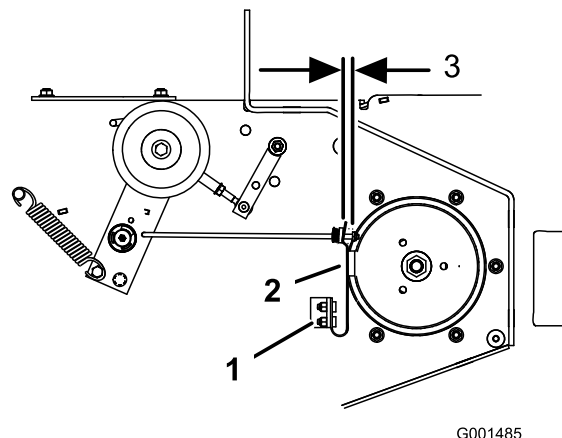

Bild 58
3. Stellen Sie die Federbefestigungsschrauben ggf. so ein, dass die Messerbremsbacken beide Seiten der Scheibenrinne berühren (Bild 58).
4. Stellen Sie die Mutter am Ende der Messerbremsstange ein, bis ein Abstand von 3 mm bis 5 mm zwischen der Mutter und dem Distanzstück besteht (Bild 58).